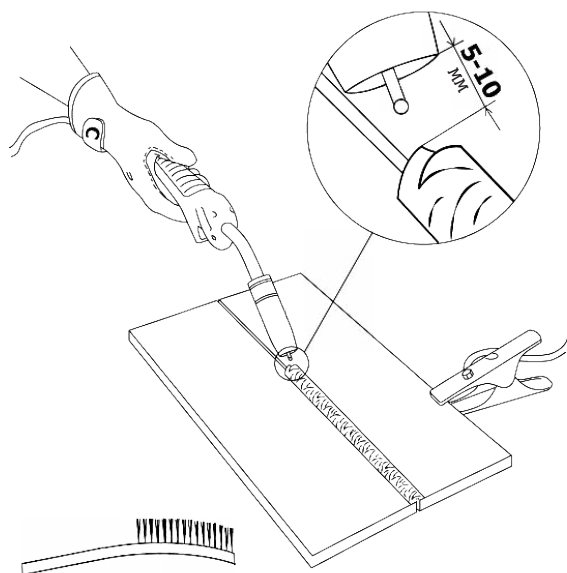

Рис. 7.3. Перед началом работы.
4. Начините сварочный процесс (См. рис. 7.3).
Перед началом работы не забудьте проверить следующее (См. рис. 7.3):